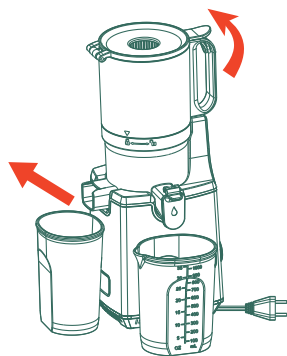

Fig. 10
1. Rimuovere i contenitori del succo e della polpa, quindi aprire il coperchio. (Fig. 10)--**Inserire l'indice nel foro della maniglia e tirare il grilletto per rilasciare l'interruttore di sicurezza.**